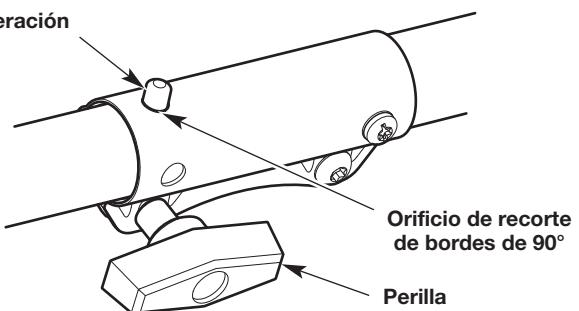

Fig. 26
1. Gire la perilla en el sentido contrario a las agujas del reloj para aflojar el acoplador (Fig. 26).
2. Oprima y mantenga apretado el botón de liberación (Fig. 26).
3. Rote el accesorio hasta que el botón de liberación entre a presión firmemente dentro del orificio de rebordes de 90° (Fig. 26).
4. Gire la perilla en el sentido de las agujas del reloj para apretar el acoplador (Fig. 26).